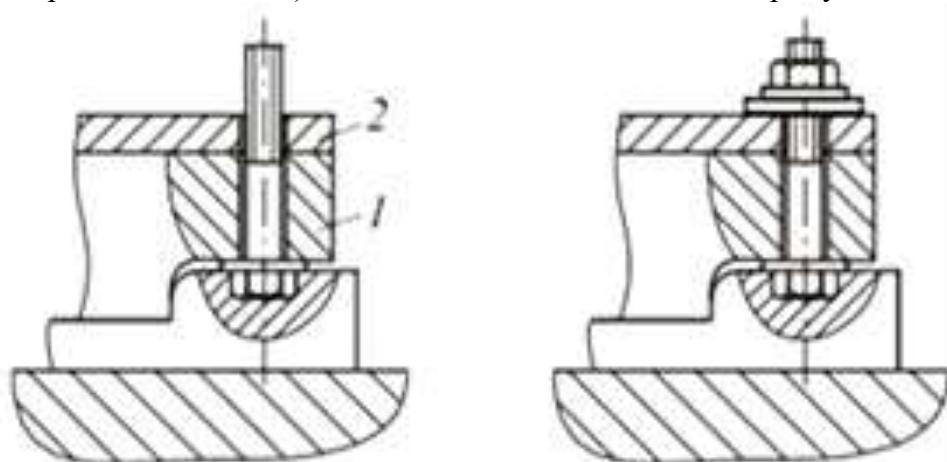

Рисунок 7. Сборка болтовых соединений
- 1). стыкуют собираемые детали, совмещая отверстия, в которые вставляют болт (рис.7, а);
- 2). устанавливают на болт шайбу и вручную навинчивают гайку (рис.7, б);